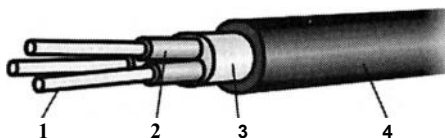

Рис. 2.6. Силовой кабель НУМ:
**НУМ** не имеет расшифровки буквенного обозначения. Это медный силовой кабель с ПВХ-изоляцией ТПЖ; внешняя оболочка из негорючего ПВХ. Между слоями изоляции находится наполнитель в виде мелованной резины, что придает кабелю повышенную прочность и термостойкость (рис. 2.6). Жилы многопроволочные, всегда медные.